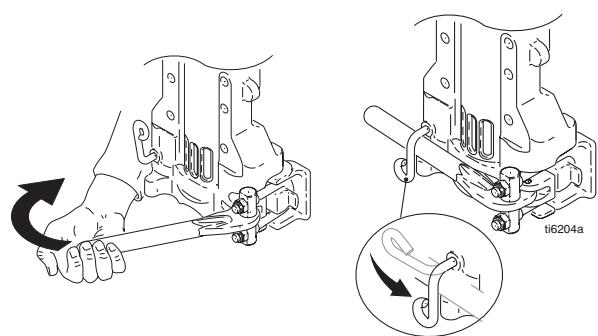

FIG. 27
6. FIG. 27. Stram klinken og drei låsen i låkestilling.